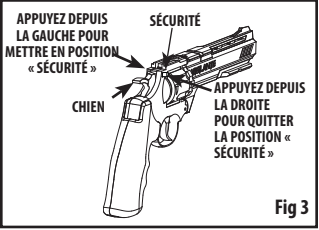

Fig 3
- Localisez la sécurité sous le cran de mire. (Figure 3) Tirez le chien doucement et avec l'autre main, appuyez sur la sécurité depuis le côté gauche jusqu'au bout. Le système de sécurité n'est pas sur « Sécurité » tant qu'il n'est pas enfoncé jusqu'au bout et que la marque ROUGE sur le côté gauche du système de sécurité n'apparaisse.
- ENCLENCHEZ la sûreté du pistolet à air comprimé (Fig. 3).